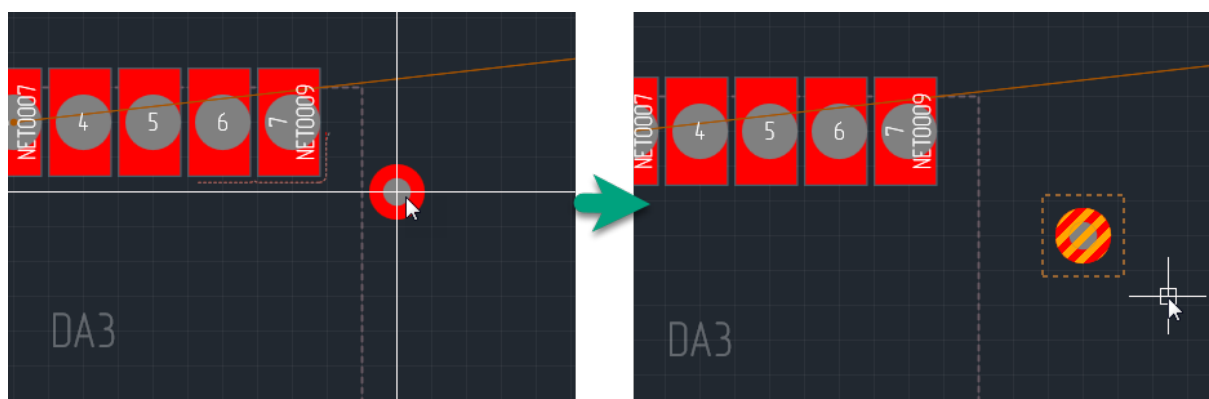

Рис. 132 Переходное отверстие размещено
3. Перевести курсор в нужную точку рабочей области редактора и нажать левую кнопку мыши. Переходное отверстие будет размещено в указанной точке, см. Рис. 132.